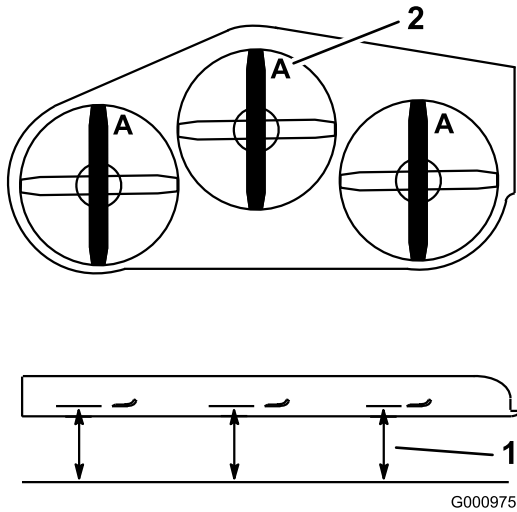

Figure 78
- Tournez les lames dans le sens longitudinal (Figure 78).
- Mesurez la distance entre la surface plane et le tranchant (position A) des lames (Figure 78).